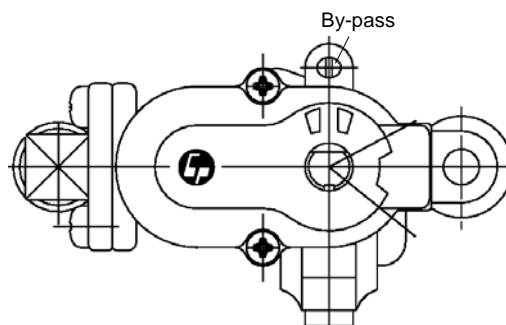

fig. 22
4. Dévissez ou vissez la vis pointeau (fig.22) jusqu'à l'obtention d'une flamme très courte mais stable pour le gaz naturel. Pour le gaz butane – propane, vissez totalement la vis dans le sens des aiguilles d'une montre.